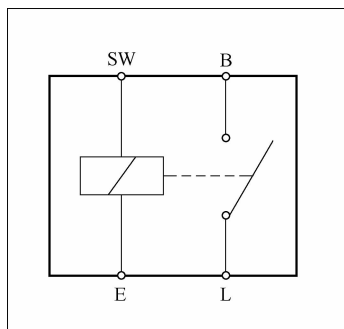

图 4-21 前照灯继电器
(1) 工作原理 前照灯继电器如图 4-21 所示。SW 端子与前照灯开关相连, E 端子搭铁, B 端子与电源相连, L 端子与变光